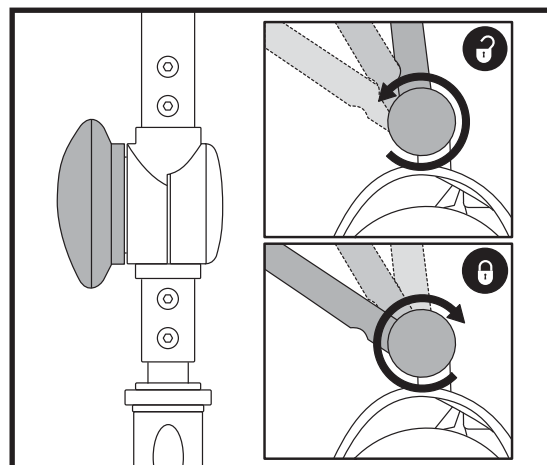

Figura 17. Regolazione manubrio
Vedere figura 17.
L'inclinazione del bracciolo dello scooter è regolabile verso il basso o verso l'alto ruotando l'apposito selettore. **Vedere figura 17.**
1. Tirare verso l'esterno la leva scorrimento sedile (ubicata sul lato inferiore sinistro del sedile). **Vedere figura 17.**
La staffa accessoria montata posteriormente consente di collegare un accessorio personale, come un cestino, un porta-deambulatore, o una bombola di ossigeno alla parte posteriore dello scooter. Utilizzare il perno di fermo per fissare in modo sicuro l'oggetto alla staffa accessoria. **Vedere figura 17.** Per dettagli rivolgersi al fornitore autorizzato.